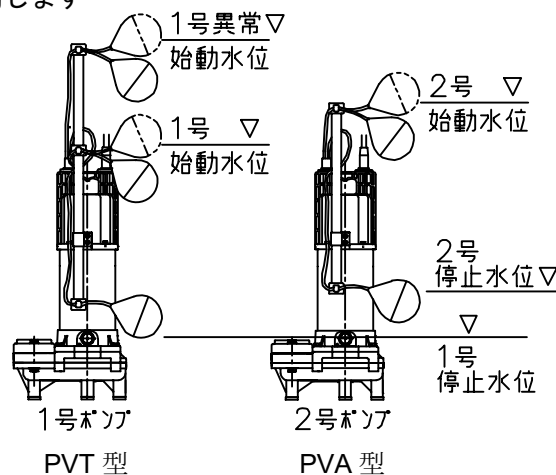

図 10
- (3) ポンプ内に空気が混入し排出されない時、最悪の場合は、空気が羽根車の中心部に集り揚水不能（エアロック）となります。ポンプの空気は完全に抜いてください。
- (4) 正しい回転方向になったら仕切弁を徐々にあけ、圧力、吐出し量ならびに電流値など ([8] 故障の原因と対策の項参照) に異常がないか確認してください。なお、仕切弁のない場合に電流値が定格値を超えている時にはご計画の再検討が必要です。
- (5) 1号ポンプ(PVT 型)と2号ポンプ(PVA 型)が自動交互運転を行うか次の点をご確認ください。(図 10 参照)